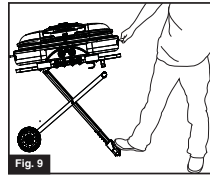

Fig. 9
- Continúe halando la parrilla hacia usted hasta que el estante quede completamente extendido. (Fig. 9)